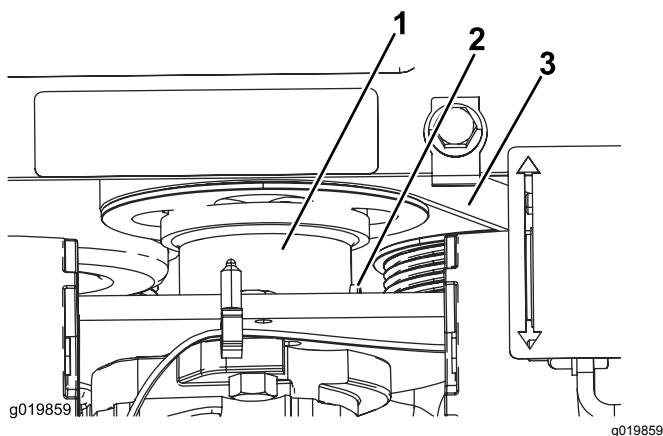

図 53
5. ポンプ駆動カップラについている固定ねじをゆるめる **図 53**。